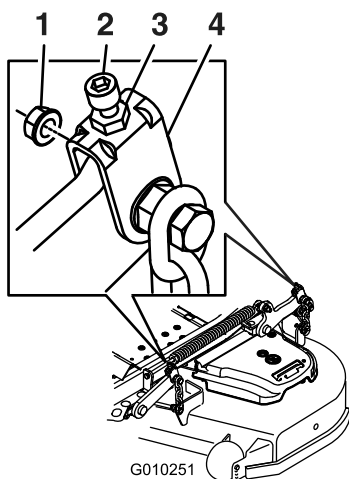

Bild 98
11. Drehen Sie die Einstellmutter am Frontmähwerkhub für in Bild 98 abgebildete Mähwerke, um eine genaue Einstellung zu erreichen (Bild 98).
17. Drehen Sie den Einstellschraube, um eine Höhe von 8,3 cm zu erhalten (Bild 98).